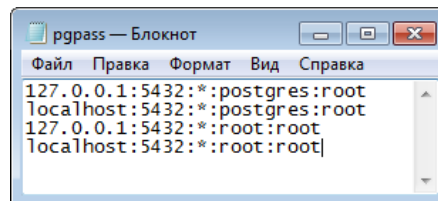

Рисунок 8.27 — Сохранение пароля для доступа к базе данных PostgreSQL-9.3
2. Дополните текст файла строками, как показано на иллюстрации (см. рисунок 8.27)